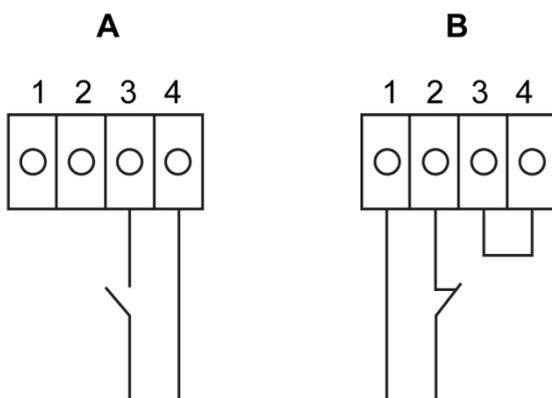

Figura 26. Connessioni dell'interruttore EPO. Notare che nella condizione "normalmente chiuso" (B) è necessario un ponticello fra i pin 3 e 4.
L'interruttore EPO è connesso al connettore dedicato EPO posto sul pannello frontale superiore dell'UPS. La figura 26 illustra le connessioni normalmente aperte (NO) e normalmente chiuse (NC) dell'interruttore EPO.